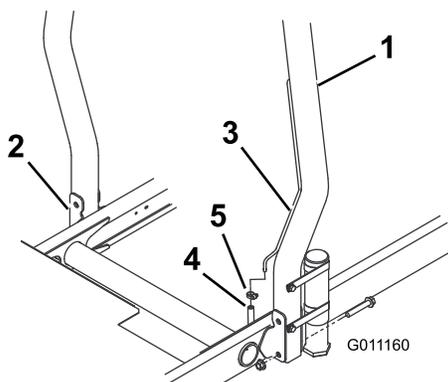

図 12
1. ROPSを機体の固定穴に差し込み、取り付け穴を整列させる。ROPSについている換気管が機体の左側にくるように配置すること 図 12。
- ROPS のそれぞれの側をフランジヘッドキャップスクリューとロックナット各 2 で固定する 図 12。81 N.m/8.3 kg.m = 60 ft-lb にトルク締めする。